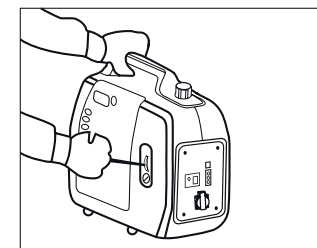

Рисунок 11.
10. Медленно вытаскивайте шнур ручного стартера до появления сопротивления, а затем быстрым рывком потяните его (рис. 11).